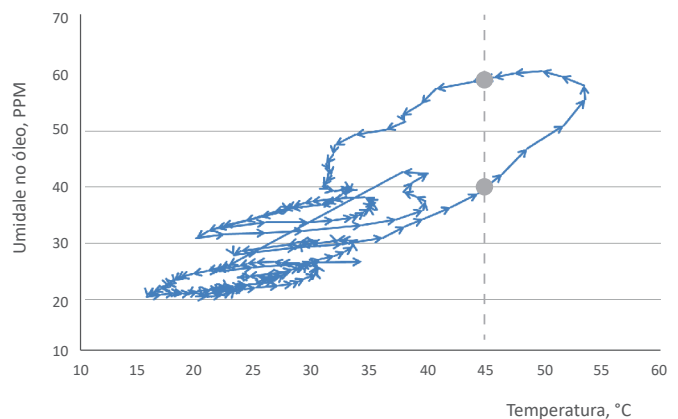

Figura 5. Dinâmica da umidade: histerese **
4. Como a difusão da água do papel isolante para o óleo é muito mais veloz que a difusão em sentido contrário, é comum se obter leituras muito diferentes do conteúdo de água no óleo em PPM para a mesma temperatura com poucos dias de diferença (figura 5).